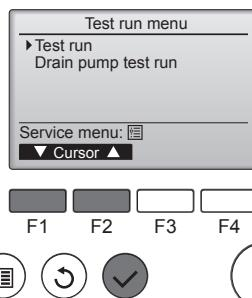

Fig. 7-2
- ② Velg "Test run" (Testkjøring) fra Testkjøring-menyen, og trykk på [VELG]-knappen. (Fig. 7-2)
- ③ Testkjøringen starter, og Testkjøring-driftsskjermen vises.